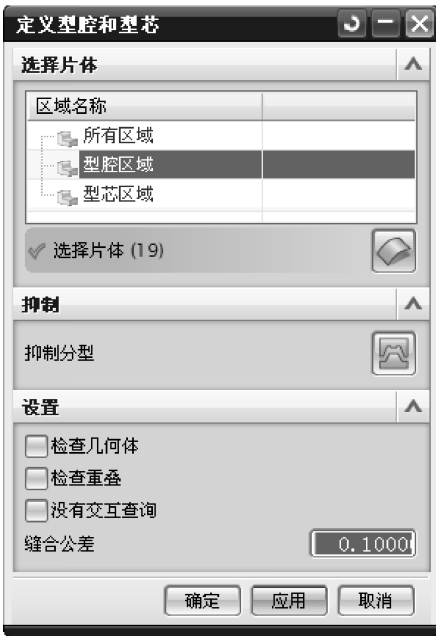
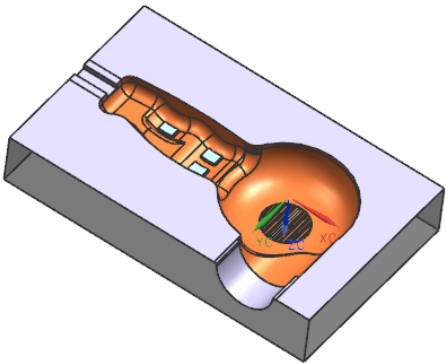
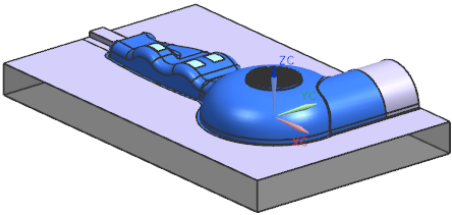

图 10-33 【定义型腔和型芯】对话框
图 10-34 创建型腔区域
图 10-35 创建型芯区域
(13) 在图 10-21 所示【模具分型工具】工具栏中, 单击【定义型腔和型芯】按钮, 弹出如图 10-33 所示的【定义型腔和型芯】对话框。
(14) 在图 10-33 所示的【定义型腔和型芯】对话框中, 选择【型腔区域】, 单击【应用】按钮, 创建型腔, 如图 10-34 所示。
(15) 在图 10-33 所示的【定义型腔和型芯】对话框中, 选择【型芯区域】, 单击【应用】按钮, 创建型芯, 如图 10-35 所示。至此, 分型设计完毕。